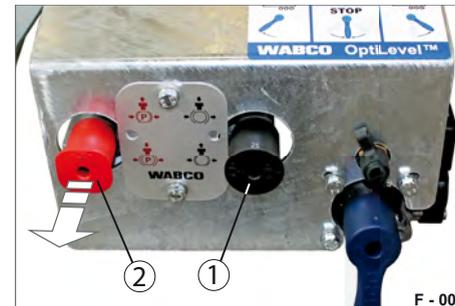

Abb. 12 Bedienkonsole
► Ziehen Sie die Federspeicher-Feststellbremse (Abb. 12/2).
► Drücken Sie Federspeicher-Feststellbremse (Abb. 12/1).